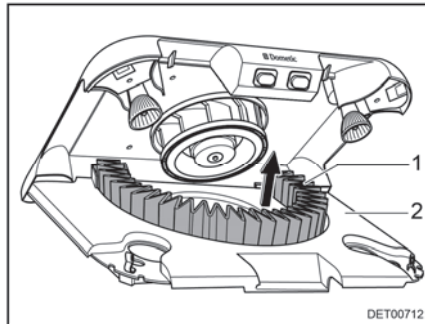

Bild 153 Byta aktivt kolfilter
- Ta ut det aktiva kolfiltret (Bild 153,1) uppåt från hållaren.
- Sväng upp filterhållaren (Bild 153,2) tills den hakar fast.